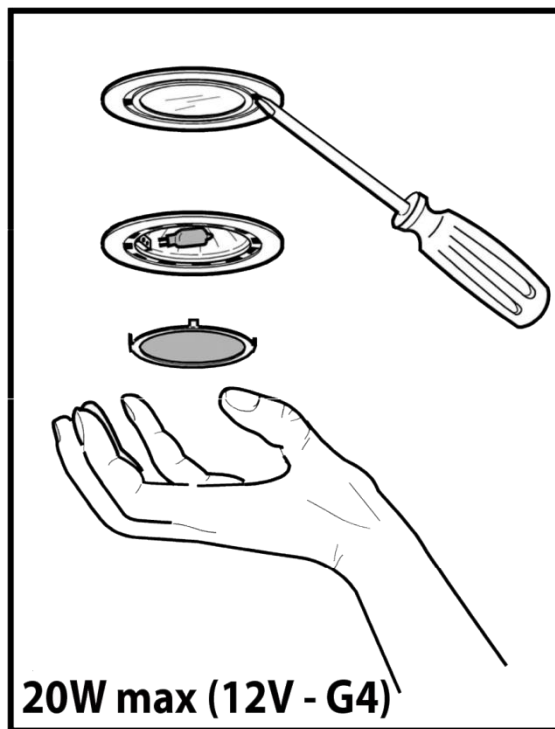

Рис.6
**8.8** На витяжці встановленні галогенні лампи підсвітки робочої зони плити. Відключити прилад від електромережі. **Увага!** Перш ніж торкати лампи необхідно впевнитися що вони охололи. Вийміть захисний елемент за допомогою невеликої викрутки або подібного інструменту. Замініть перегорілу лампу. Використовуйте для цього лише галогенні лампи на **12V - 20W max - G4**, не доторкуючись до них руками. Закрийте плафон (кріплення засувкою) (**рис.6**). Якщо система підсвітки не працює, перевірте вірну установку ламп в гнізді, перед тим як звертатися до центру технічної допомоги.